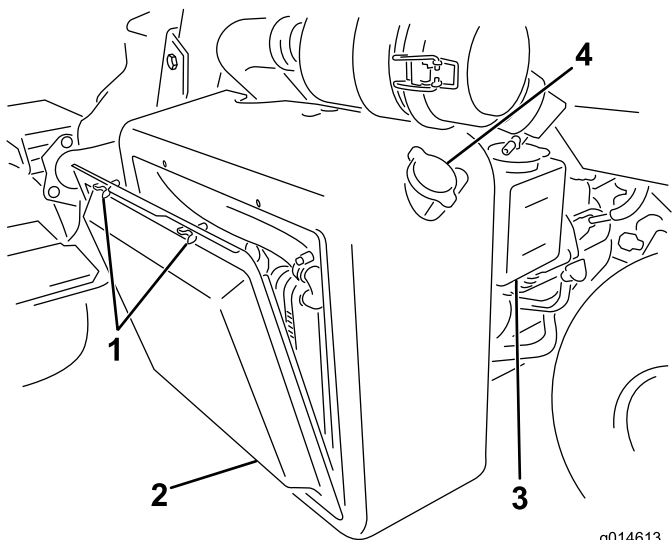
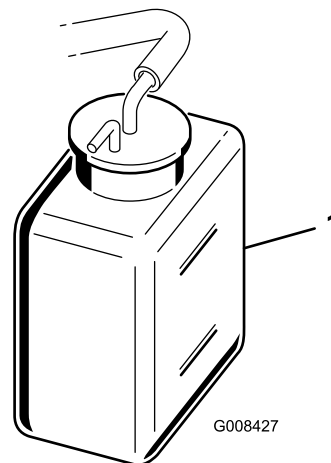

Figura 40
Figura 41
1. Rimuovete la griglia del radiatore (Figura 40).
2. Controllate il livello del refrigerante (Figura 40 e Figura 41).